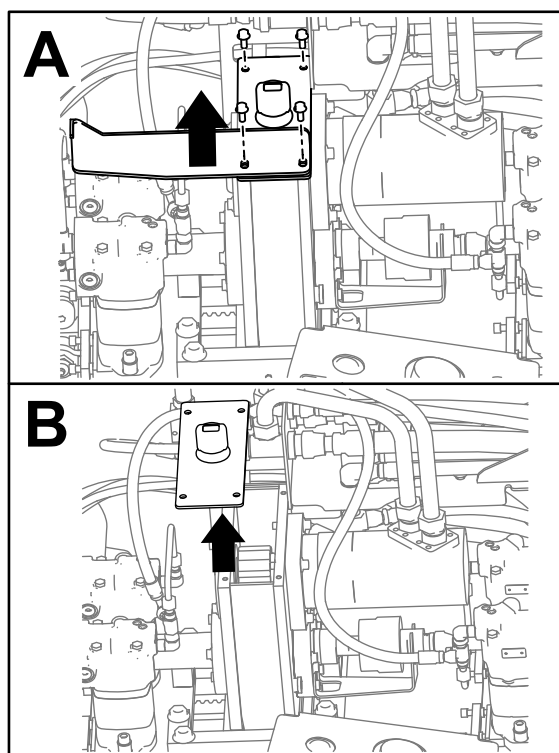

Figura 97
3. Remova os 4 parafusos da chapa de proteção e da caixa de transmissão (Caixa A da Figura 97).
4. Remova a chapa de proteção (Caixa A da Figura 97).
5. Remova a tampa da caixa de transmissão e remova o óleo por sifonamento (Caixa B de Figura 97).
9. Instale novamente a proteção com os 2 parafusos (Caixa A de Figura 97).
10. Instale os outros 2 parafusos, fixando a tampa na caixa de transmissão (Caixa A de Figura 97).